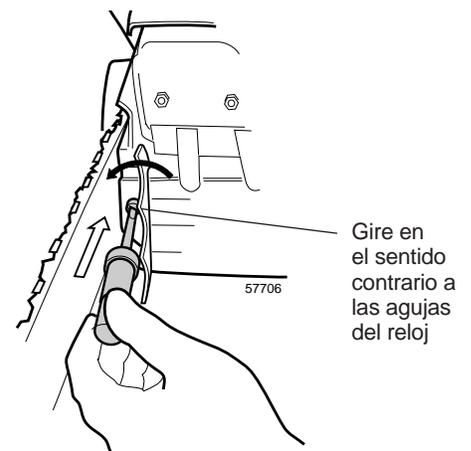

Figura 6.6 Como aflojar la cadena de la sierra
Paso 3 Afloje la cadena de la motosierra (figura 6.6) y luego extraiga la cadena y la barra guía.